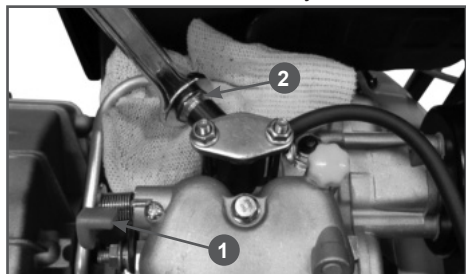

Рис. 15 Удаление воздуха из топливной системы
2. Рожковым ключом 17 мм открутите гайку 2 крепления топливной трубки высокого давления к форсунке на 1-1,5 оборота (Рис. 15). Поместите под гайкой крепления топливной трубки высокого давления кусок ветоши.
4. Нажмите вниз рычаг 1 декомпрессора (Рис. 15) и одновременно, при нажатом вниз рычаге декомпрессора, проворачивайте коленчатый вал
- Опустите рычаг 1 декомпрессора вниз (Рис. 15). Рычаг должен зафиксироваться в нижнем положении (он автоматически вернется в исходное положение после запуска, или когда вы снова потянете за ручку стартера).
5. Одной рукой удерживайте рычаг 1 декомпрессора в нижнем положении (Рис. 15), второй рукой поверните ключ зажигания в положение «START» и, удерживая его, раскрутите двигатель до максимальных оборотов. Отпустите рычаг декомпрессора, после чего двигатель начнет запускаться, произведя первую вспышку в камере сгорания.